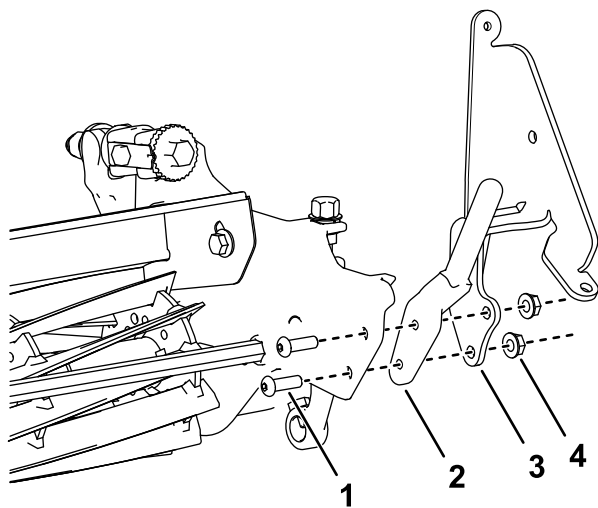

Figura 1
3. Montate una staffa della spazzola e l'asta di montaggio del cesto che avete rimosso al passaggio 2 su ciascun lato dell'apparato di taglio con 2 viti a brugola, (5/16" x 1") e 2 dadi di bloccaggio (5/16") come mostrato nella Figura 1.